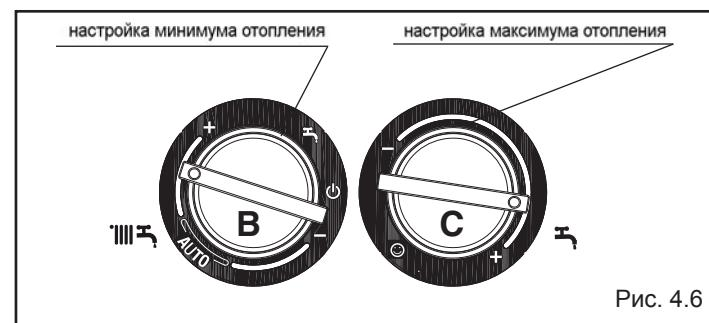

Рис. 4.6
- Поворачивайте ручку регулирования температуры в контуре отопления B (рис. 4.6) до тех пор, пока не будет достигнуто требуемое значение минимального давления газа.
- Поворачивайте ручку регулирования температуры воды в контуре ГВС С (рис. 4.6) до тех пор, пока не будет достигнуто требуемое значение максимального давления газа.